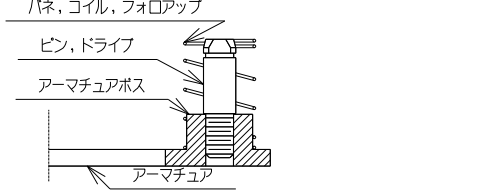

図5
- ・ピン,ドライブをアーマチュアボスにねじ込んでください。その時、ねじ部にロックタイトを塗布しゆるみ止めの処置をしてください。(図5)
- ・バネ,コイル,フォロアップをピン,ドライブに入れ、次にブーリ(スプロケット、ギヤなど)をはめてください。(図5、6)